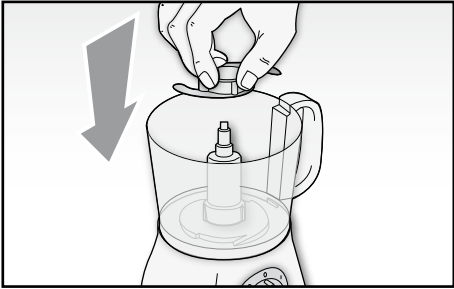

Fig. 5
- Se si desidera utilizzare l'apparecchio in funzione tritatutto, montare la lama in metallo (E) sul supporto lama (D), altrimenti per impastare montare la lama in plastica (F), facendo coincidere le fessure interne alla base della lama con le tacche presenti sul supporto e premendola verso il basso (Fig. 5).